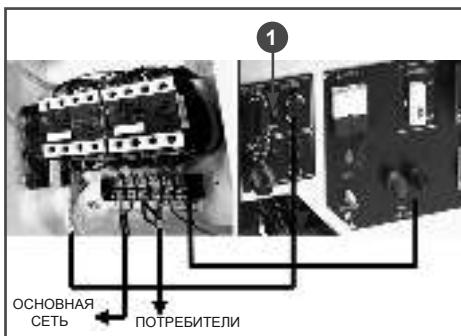

Рис. 12 Схема подключения блока ATS
Схема подключения блока ATS показана на Рис. 12.
После подключения блока ATS для установки/перевода генератора в автоматический режим работы установите выключатель (1) Рис. 12 в положение «ВЫКЛ». Кнопку (1) Рис. 11 на панели блока установите в положение «АВТО».